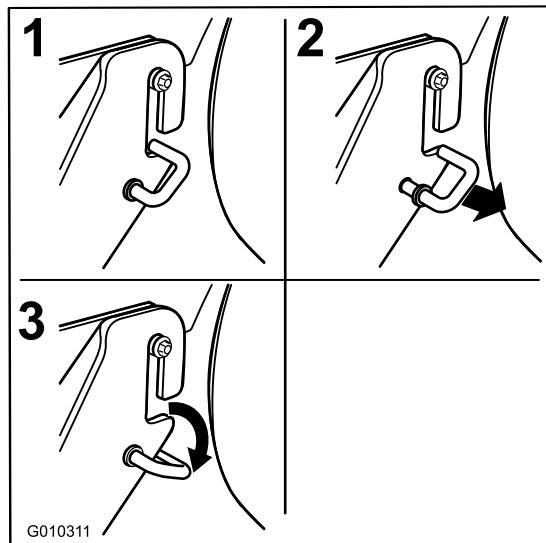

Figure 71
6. Montez le support avant du plateau de coupe sur les pattes de fixation avant et fixez-les avec une rondelle et une goupille fendue (Figure 71).